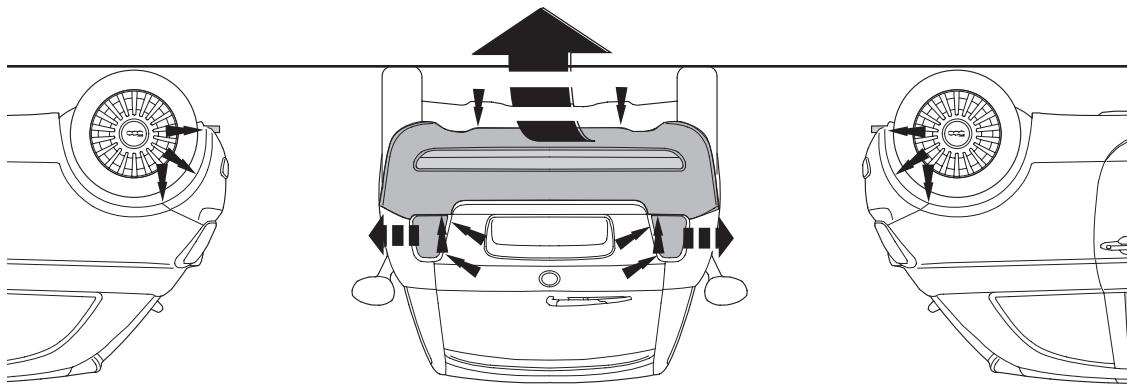

Fig. 1
1. Die Stoßstange einschließlich des stählernen Stoßbalkens vom Fahrzeug abmontieren. (Siehe Abbildung 1).
1. Déposer le pare-chocs du véhicule Y compris la traverse en acier. (Voir la figure 1).
1. Demonter kofangeren, inklusive køretøjets stålstødbjælke. (Se fig. 1).